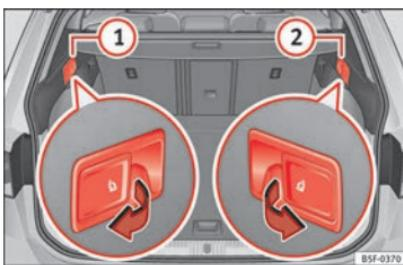

Fig. 156 Dans le coffre à bagages : leviers de déverrouillage à distance des parties gauche ① et droite ② de la banquette arrière.
- Tirez le levier de déverrouillage à distance de la partie gauche ➤ **fig. 156** ① ou droite ② du dossier dans le sens de la flèche. La partie débloquée du dossier arrière se rabat automatiquement vers l'avant.